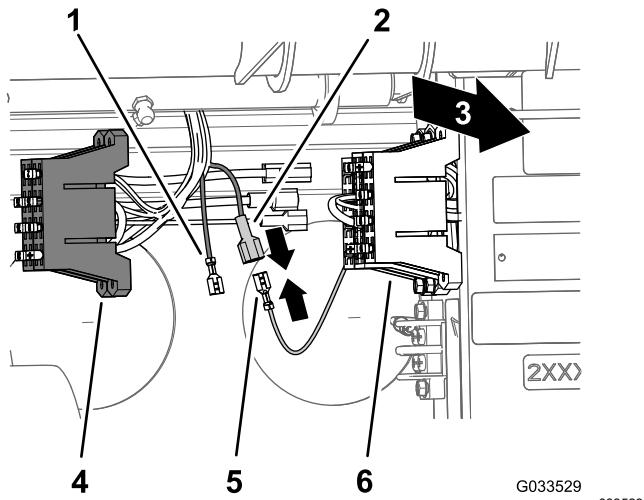

Figura 23
2. Localize o terminal do recetáculo não isolado no final do fio de alimentação amarelo aberto do bloco de fusíveis da máquina e o terminal de lâmina isolado no final do fio amarelo de alimentação opcional do bloco de fusíveis dos fios do pulverizador (Figura 23).
3. Localize o terminal do recetáculo não isolado do bloco de fusíveis da máquina ao terminal da lâmina isolado do bloco de fusíveis do pulverizador (**Figura 23**).